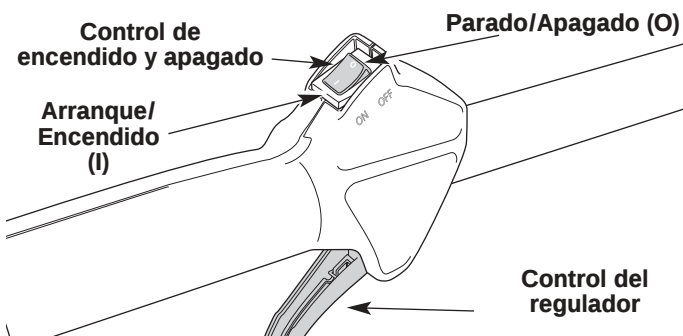
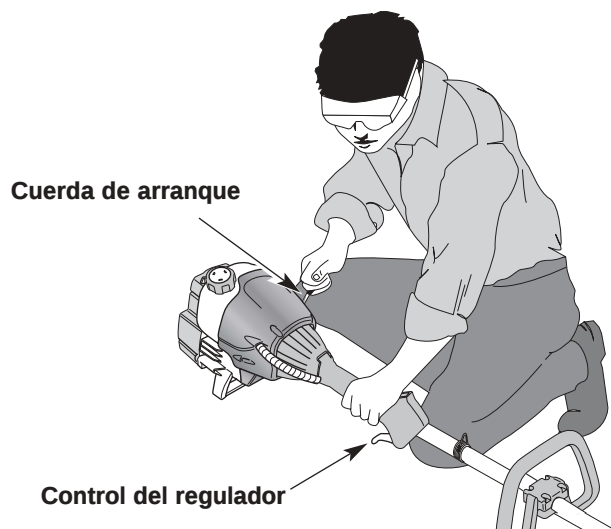

Fig. 3
Fig. 5
2. Coloque el control de encendido y apagado en posición de **ENCENDIDO (I)** (Fig. 3).
5. Con la unidad en la posición de arranque (Fig. 5). **NO APRIETE EL CONTROL DE ACELERACIÓN**, hale la cuerda de arranque con fuerza 5 veces, la palanca EZ-Start™ debe estar hacia la izquierda. Si la unidad empieza a funcionar antes de la quinta tirada de la cuerda, avance hacia el Paso 7.
NOTA: El estrangulamiento no es necesario para poner en marcha un motor caliente. Ponga el control On/Off Stop en la posición ON (Fig. 3) apriete el acelerador y hale la cuerda de arranque vigorosamente. (Fig. 5)
1. Saque la mano del control del regulador (Fig. 5). Deje enfriar el motor en mínima.
2. Coloque el control de encendido y apagado en posición de **APAGADO (O)** (Fig. 3).